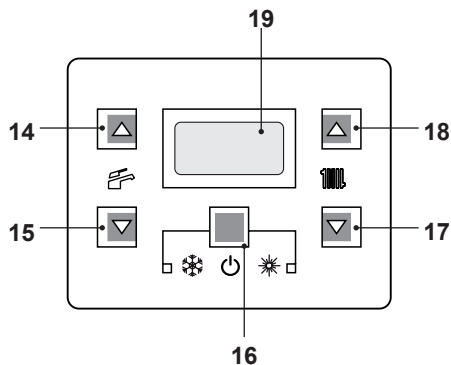

Figura 6.6
- Tenere premuto per 2 secondi il tasto 16 fino a far apparire sul display entrambe i simboli e (Figura 6.6).
- Spegnerla caldaia tenendo premuto per 2 secondi il tasto 16 (Figura 6.6) fino a far apparire sul display LCD il simbolo (Figura 6.5).